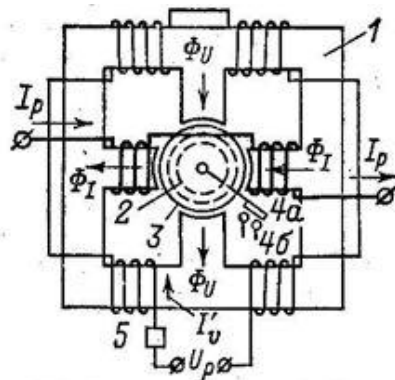

Рис. 4. Электромеханическое индукционное реле.
4. Назовите элемент 1, изображённый на рис. 4.
**10. Назовите элемент 3, изображённый на рис. 4.**